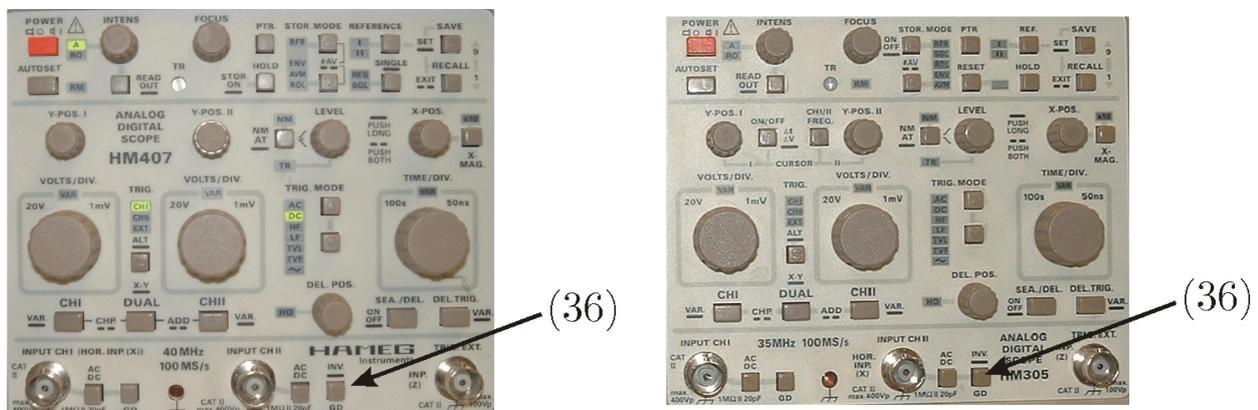

Figura 3.21: Fotografía de los osciloscopios HAMEG HM-407 y HAMEG HM-305 donde se ha marcado el pulsador (37) para invertir la señal del canal II.
También se pueden restar las señales si se invierte la señal del canal 2 con la ayuda de la tecla correspondiente —(37) ver Figura 3.21— con una pulsación prolongada.